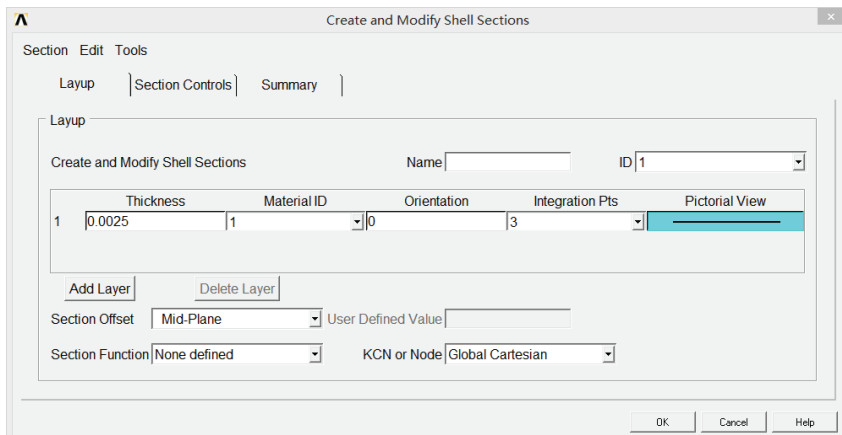

图 3-77 定义壳单元横截面对话框
4) 选择 Main Menu | Preprocessor | Sections | Shell | Lay-up | Add/Edit 命令, 出现 Create and Modify Shell Sections 对话框, 在 Thickness 输入栏中输入 0.0025, 其余选项采用默认设置, 如图 3-77 所示, 单击 OK 按钮关闭该对话框。